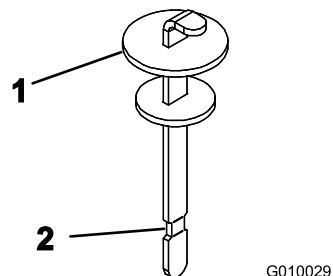

図 19
4. 補給口の首からディップスティックを抜き、きれいなウェスでいねいに拭う。もう一度首に差し込んで引き抜き、オイルの量を点検する。FULL 位置までであればよい（図 19）。